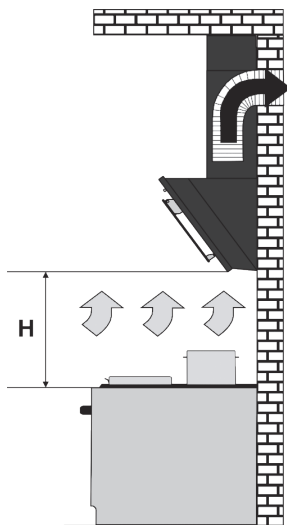

Рис. 1
4.5 При монтаже вытяжки на необходимой установочной **высоте Н** над плитой (рис.1) для отвода воздуха в дымоход используйте воздуховод **Ø150 / Ø120 мм**. Меньший диаметр создаст дополнительное сопротивление воздуху, что приведет к увеличению шума и вибрации, а также к перегреву двигателя.
☒ в режиме отвода воздуха в дымоход кухни (рис.1);